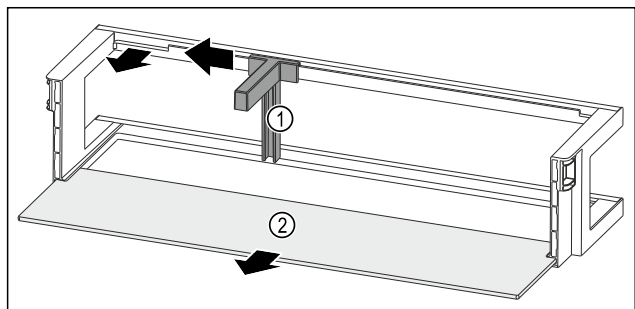

Fig. 89 Estante en la contrapuerta con soporte para botellas y estante
- ▶ Empuje el soporte para botellas Fig. 89 (1) hacia un lado hasta la entalladura.
- ▶ Retire el soporte para botellas Fig. 89 (1).
- ▶ Retire el estante Fig. 89 (2).